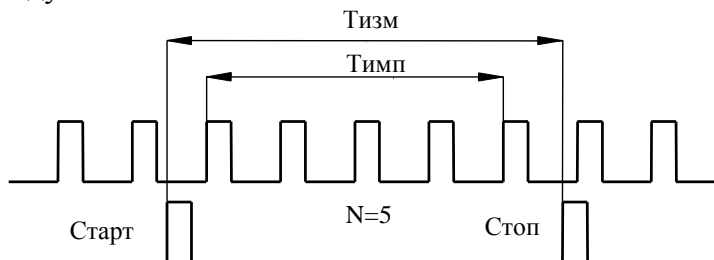

Рисунок 3.3
- количество положительных (отрицательных) фронтов сигнала (N), поступивших по каждому входу за время измерения,;
- время измерения, $T_{изм}$ (см. рис. 3.3) общее для всех каналов.
Выход ЧАСТОТОМЕР, на котором формируется сигнал «Старт/Стоп измерения» (выход устанавливается в логический «0» на время измерения $T_{изм}$, см. рисунок 3.3) предусмотрен для оценки погрешности измерений интервалов времени и используется при поверке КИ-2.